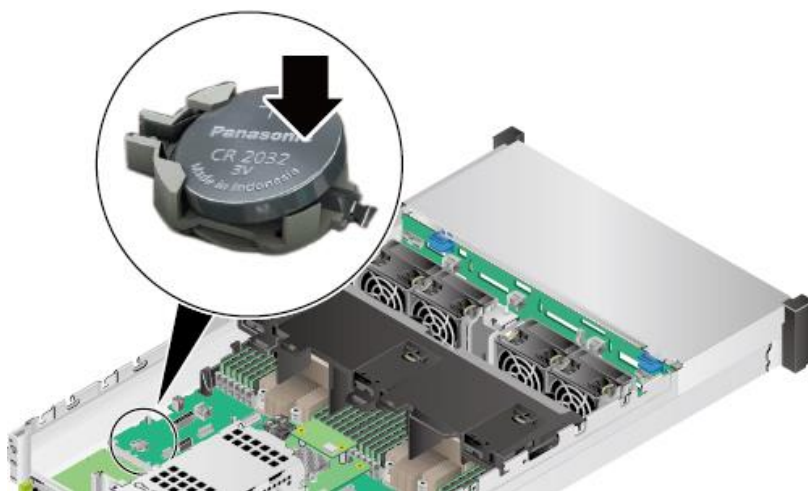

图 8-2 安装电池
7. 将电池有文字的一面朝上，左端卡入卡槽，再向下轻轻摁下，将整个电池装入卡槽中，如图 8-2 所示。